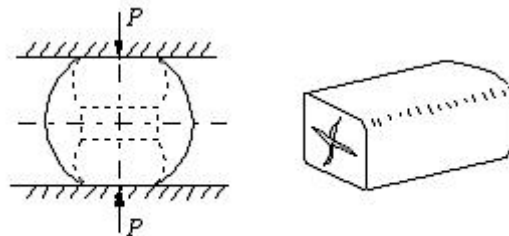

图 2
2. 当用平锤头将一根圆坯锻压成方形件时, 发现在方件的横断面上产生了横裂 (如图 2 所示), 试解释这种现象。